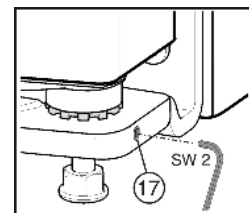

Fig. 12
- ▶ Vyšroubujte mírně závitový kolík Fig. 12 (17) (maximálně jednu otáčku!).
- ▶ Závitový kolík Fig. 12 (17) k zafixování ložiskového čepu opět dotáhněte.